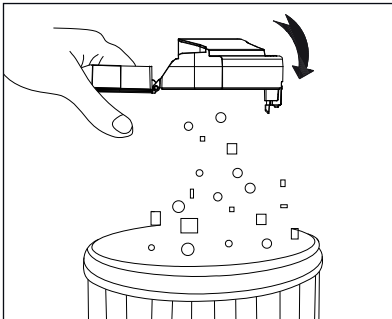

Abb. 9
- 3) Entleeren Sie den Inhalt des Staubbehälters **14** in einen Abfallbehälter (siehe Abb. 9).